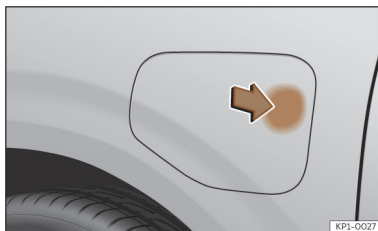

Fig. 59 Abertura da tampa da tomada de carregamento.
- Pressione a tampa da tomada de carregamento da bateria na zona da seta para abri-la >>> Fig. 59.